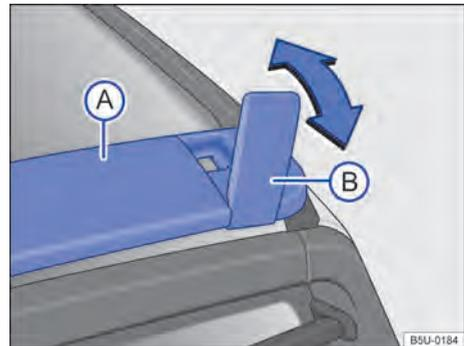

Fig. 117 En el techo: travesaño y soporte articulado.
Utilizar solo el travesaño del techo → fig. 117 (A) y los soportes articulados (B) como apoyo para fijar los objetos con mayor altura o que no puedan acomodarse totalmente sobre el piso del compartimento de carga → ⚠️.